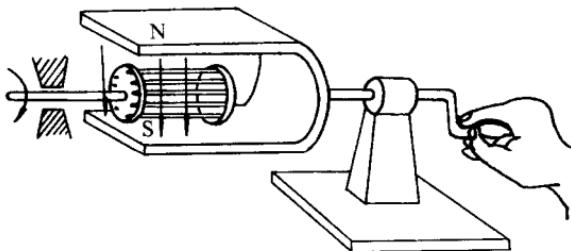

图 1-2 电动机转动原理实验
做一个简单的试验，如图 1-2 所示，一个装有手柄的 U 形磁铁，在 N、S 两极之间放一个可以自由转动的、由许多铜条组成的导体，铜条两端用铜环短接，形状与鼠笼相似，称鼠笼式转子。磁极与转子间没有任何机械联系。在 U 形磁铁的 N 极与 S 极间存在着磁场，磁力线方向如图 1-2 所示。
(3) 转子在旋转磁场作用下的转动。将图 1-2 沿着转子铜条的垂直方向连同磁极一起剖开，得到如图 1-7 所示的剖面图。手摇 U 形磁铁逆时针转动时产生的旋转磁场，旋转磁场与转子间产生了相对运动。假定旋转磁场不动，则转子相对于磁场做反方向转动切割磁力线，在转子中产生电流。电流方向可按右手定则判断。若把电流方向流进纸面以符号  $\oplus$  表示；流出纸面的方向以  $\odot$  表示，则转子中产生电流方向如图 1-7 所示。在分析磁场对通电导体作用时，知道通电导体在磁场中受到力 ( $F$ ) 的作用，转子的上下受到大小相等、方向相反的 2 个力 ( $F$ ) 的作用，相对于转轴形成了一个转矩，在这个转矩的作用下，转子在旋转磁场作用下进行转动。